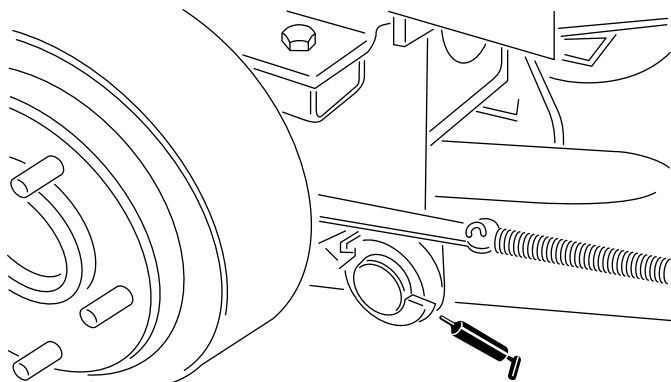

Bild 14
- Lagerbolzen an rechten und linken Hubarm (Bild 14)